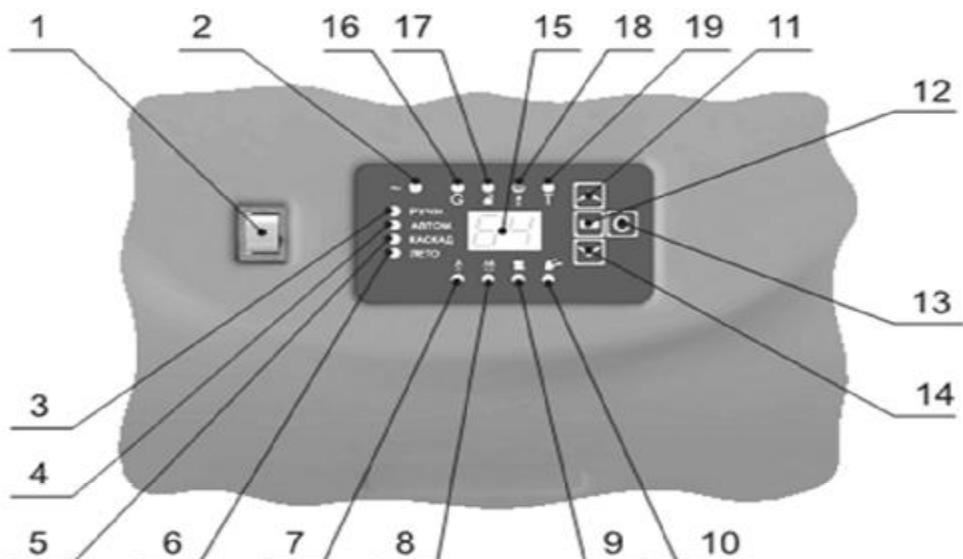

Рис. 2 Пульт управления с котловым контроллером котла «Smart», «Smart SL/SR»
- Включить сетевой переключатель (поз.1) на рис. 2. Светодиод (поз. 2) сигнализирует о поступлении сетевого питания на контроллер. При отсутствии сигналов блокировки (поз. 16,17,19) и наличии запроса по теплу, происходит автоматическая процедура запуска котла, при которой подается сигнал на открытие газового клапана и вырабатываются высоковольтные импульсы для поджига пилотной горелки. При успешной попытке поджига появляется ток ионизации в цепи контроля пламени, светодиод (поз. 18) гаснет, а контроллер подает сигнал на открытие главного газового клапана I ступени и, при необходимости, II ступени. В случае неудачной попытки рэжига контроллер повторяет цикл еще раз после небольшой 2-3 с паузы. Если попытка рэжига не удалась и после третьей попытки, котел блокируется с выдачей сигнала «авария» на удаленный пульт диспетчера.